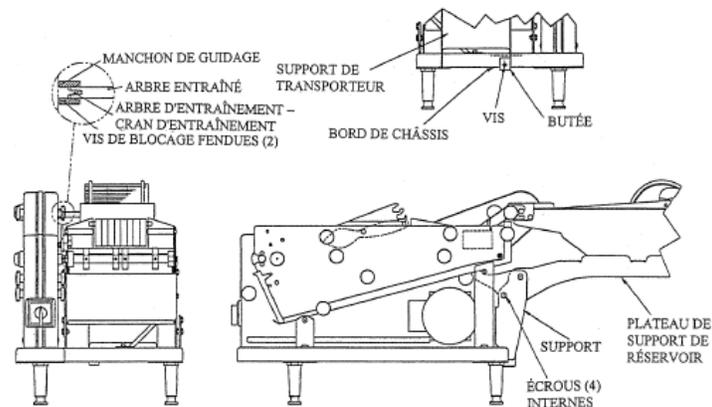

Figure 15
3. Contrôler l'alignement du joint pendant que le cran d'entraînement est vertical (voir la **Figure 15**). Si les arbres sont alignés, le manchon de guidage doit glisser librement sur le joint.